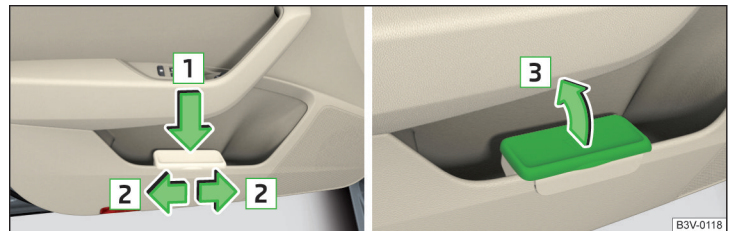

Fig. 94 Recipientul pentru reziduuri: introducerea sau deplasarea/deschiderea
- Împingeți recipientul pentru reziduuri în partea posterioară în sensul săgeții **1** » fig. 94.
- Scoateți recipientul pentru reziduuri în sens contrar săgeții **1** » fig. 94.
› Ridicați capacul în sensul săgeții **3** » fig. 94.